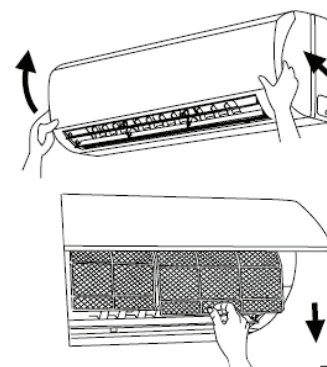

Fig. 20
1. Lyft upp frontpanelen i dess bägge ändarna som framgår av pilens riktning och ta sedan bort luftfiltret. (som visas i Fig.20)